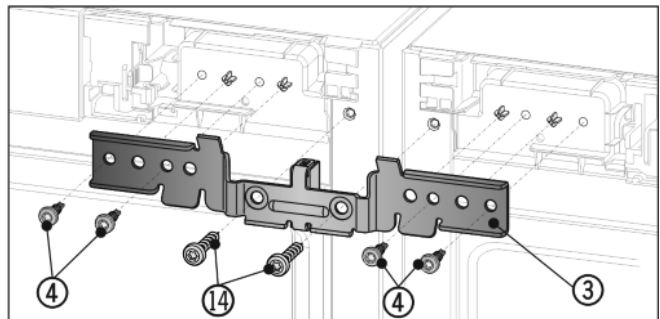

Fig. 7
- Työnnä kulma Fig. 7 (3) ja välikappale laitteiden väliin ja tappeihin. Ruuvaa kulma löysästi paikoilleen neljällä ruuvilla Fig. 7 (4) ja aikaisemmin irrotetuilla maadoitusruuveilla Fig. 7 (14) vaihtelevasti oikealta ja vasemmalta.